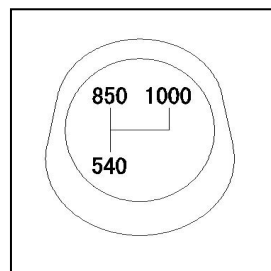

图 4-15 动力输出轴档位示意图
- (1) 将动力输出轴防护罩拆下收好，联接农机具和悬挂机构；
- (2) 联接农机具和动力输出轴；
- (3) 将座椅右侧的副离合器操纵手柄端头处的锁紧装置按压进去，向后拉动使副离合分离开来；
- (4) 然后将左侧动力输出轴手柄向前推为快档，向外推再前为中档，向后拉为低档，见图 4-15 所示；
- (5) 最后将副离合器操纵手柄端头处的锁紧装置按压进去，向前缓慢推动直至输出轴平顺接合。